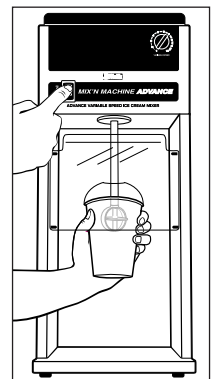

Figure 6
- **Pour le modèle Mix'n Machine Advance Variable Speed (appareil mélangeur à vitesse variable avancé) :** Appuyez sur l'interrupteur MARCHÉ/ARRÊT (I/O) pour arrêter l'appareil. Voir Figure 6.
- **Pour le modèle Mix'n Machine Standard (montage mural et sur comptoir) :** Appuyez sur l'interrupteur MARCHÉ/ARRÊT (I/O) pour arrêter l'appareil. Voir Figure 6.